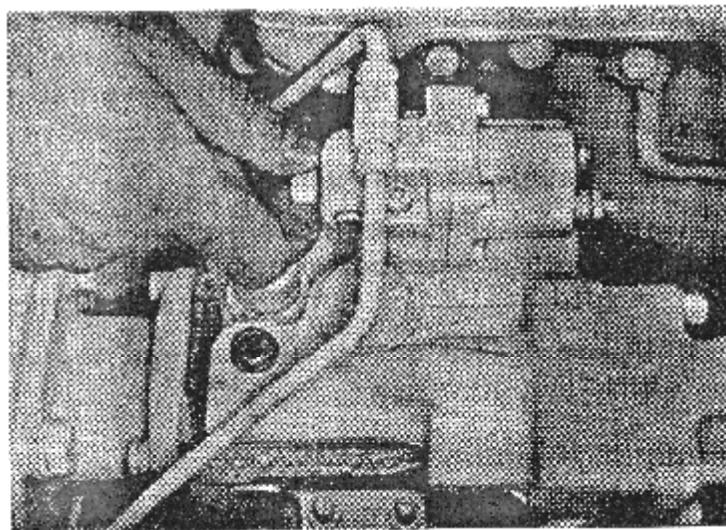

Рис. 1-9 (V21970) Ручной дополнительный привод крана.
3. Откройте ручной топливный кран, если такой имеется, (Рис. 1-9). Электрические клапаны включаются при повороте ключа зажигания. Ручной дополнительный привод можно открывать в случае нарушения электропитания электрического клапана. Для этого повернуть на полный оборот по часовой стрелке; возвратить в прежнее положение после восстановления электропитания.